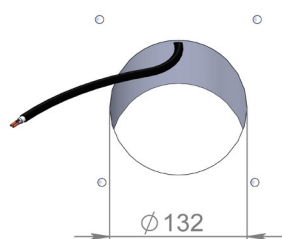

Рис. 9
- Рекомендуемое расположение вывода скрытого кабеля 220В в верхней части канала, длина вывода 100-120 мм (Рис. 9)
- Отсоедините блок питания от монтажной пластины, открутив винты М3х8 и М3х22 (Рис. 9)